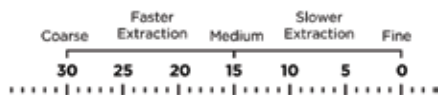

Fig. 3 :
2. Le bac à grains comporte des marquages indiquant la grossièreté du café (voir la Fig. 3). Pour ajuster le réglage de la mouture, assurez-vous que le réglage souhaité sur le bac à grains est aligné avec le marquage sur le couvercle supérieur (comme indiqué dans la Fig. 4).